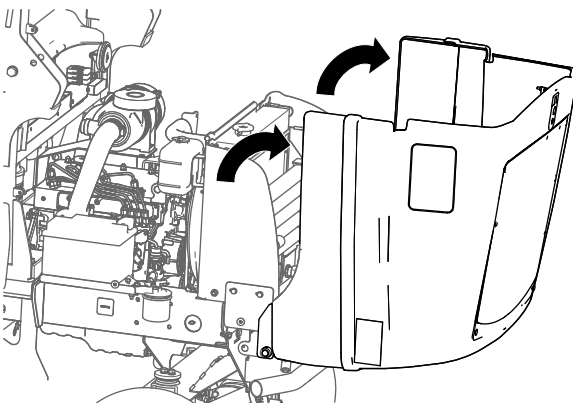

Figura 3
3. Gire con cuidado el capó hacia atrás y hacia abajo (Figura 3).